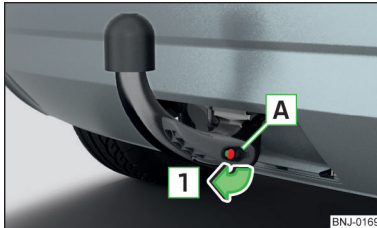

Abb. 158
- Die Kappe **A** vom Schloss in Pfeilrichtung **1** » Abb. 158 abnehmen.